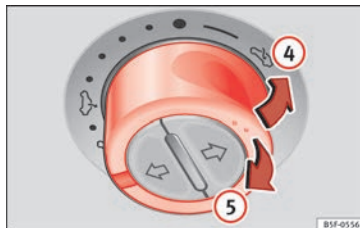

Fig. 14
- Vippfunktion: Drej kontakten til position » Fig. 14 ④. For at foretage en indstilling til en mellemposition skal du betjene kontakten, indtil taget har nået den ønskede position.
- Lukning: Træk kontakten til position » Fig. 14 ⑤. For at foretage en indstilling til en mellemposition skal du betjene kontakten, indtil taget har nået den ønskede position.